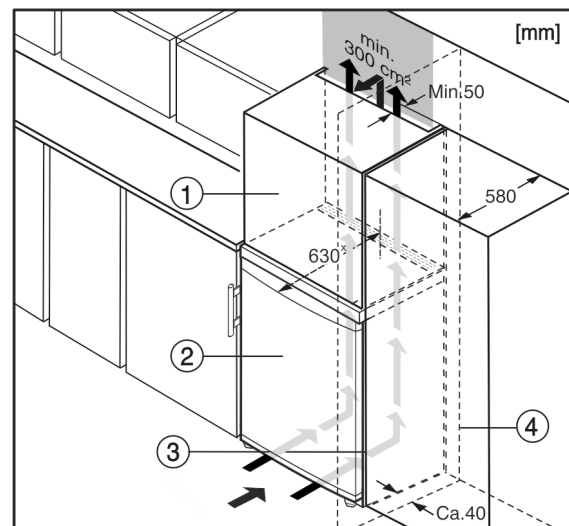

Fig. 5
Das Gerät kann mit Küchenschränken umbaut werden. Um das Gerät Fig. 5 (2) der Küchenzeilenhöhe anzugleichen, kann über dem Gerät ein Aufsatzschrank Fig. 5 (1) angebracht werden.
Beim Umbau mit Küchenschränken (Tiefe max. 580 mm) kann das Gerät direkt neben dem Küchenschrank *Fig. 5 (3)* aufgestellt werden. Das Gerät steht seitlich 34 mm \* und in der Gerätemitte 50 mm \* gegenüber der Küchenschrankfront vor.
Wenn das Gerät mit den Scharnieren neben einer Wand *Fig. 5 (4)* aufgestellt wird, muss der Abstand zwischen Gerät und Wand mindestens 40 mm betragen. Dies entspricht dem Griffüberstand bei geöffneter Tür.